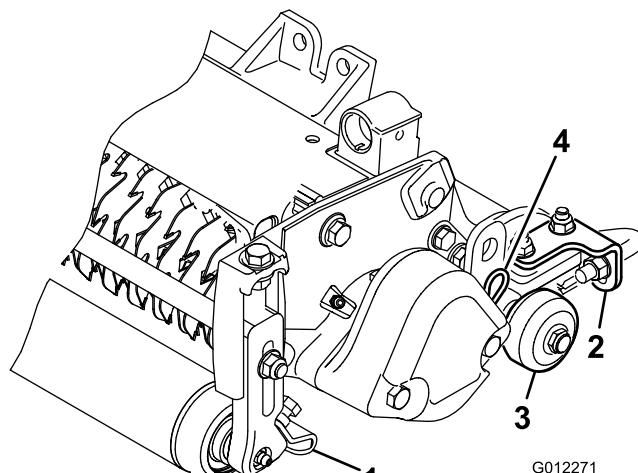

Рисунок 6
- Ослабьте гайки с буртиками, которые крепят скребки роликов (Рисунок 6).
Перед тем, как опустить вертикуттер на пол в мастерской или извлечь его из тягового блока, опустите ведущие ролики (Рисунок 6), чтобы обеспечить отсутствие контакта ножей с твердой поверхностью.